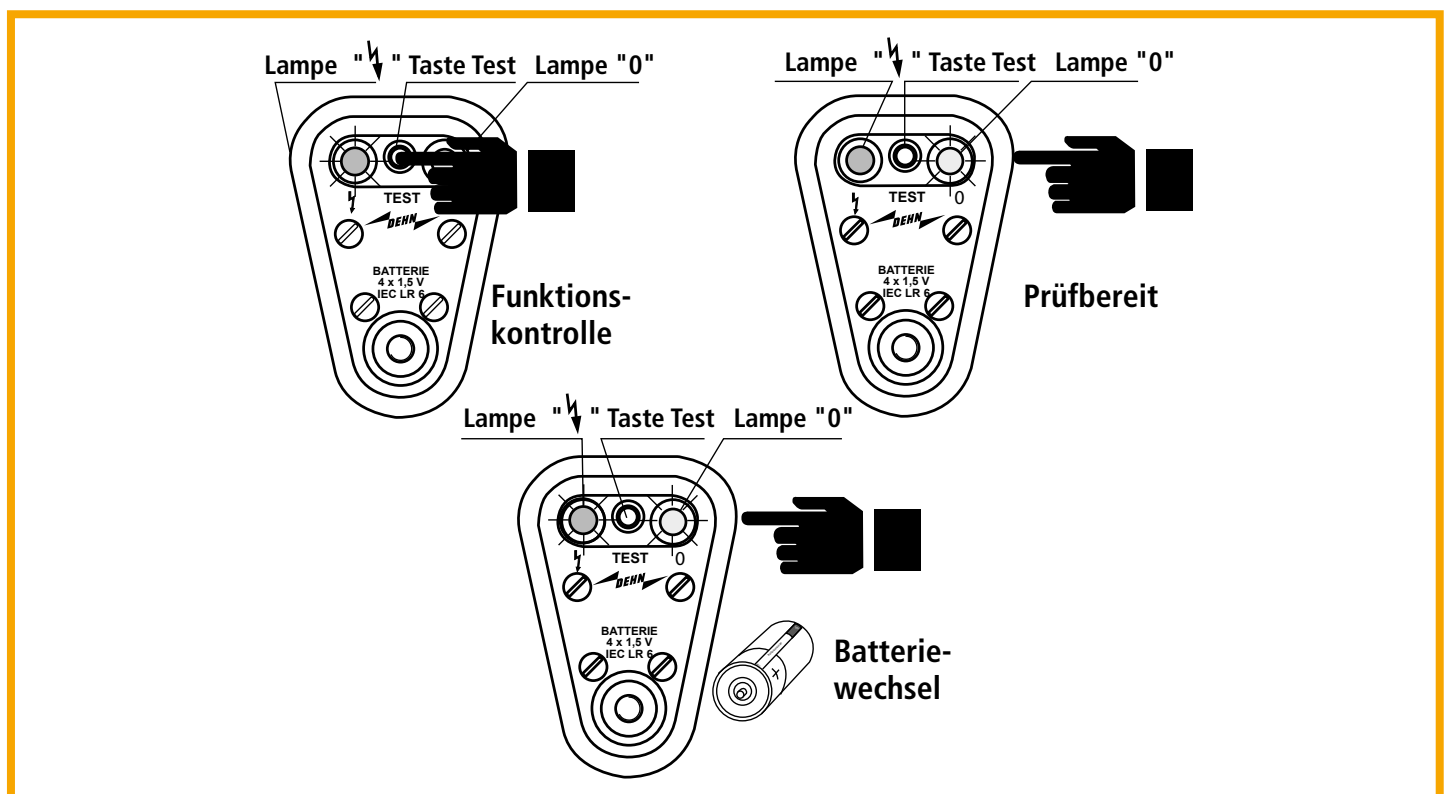

**Bild 5** Funktionsprüfung
Beim Drücken der Taste **"TEST"** (Bild 5, Seite 10) wird sowohl das Anzeigegerät eingeschaltet, als auch seine ordnungsgemäße Funktion (Kontrolle der Ansprechschwelle) überprüft. Hierbei zeigt beim Drücken der Taste **"TEST"** die rote Lampe **"H"** Dauerlicht, während nach dem Loslassen die **grüne Lampe "0"** Dauerlicht zeigt. Der Spannungsprüfer ist somit prüfbereit (Betriebsbereitschaft ca. 40...60 sec.). Ist die Funktionskontrolle nicht ordnungsgemäß durchführbar, so sind neue Batterien einzusetzen (Pkt. 7, Seite 11). Anschließend ist die Funktionskontrolle zu wiederholen. Erfolgen auch dann nicht die oben beschriebenen Anzeigen, ist der Spannungsprüfer sofort ohne weiteren Eingriff der Benutzung zu entziehen und zur Reparatur an **DEHN** zu senden.
Der Spannungsprüfer ist funktionsbereit (siehe Bild 5)
- 7.1** Batteriewechsel (Bild 5, Seite 11).
## **7.2    Lampenwechsel (Bild 5)**